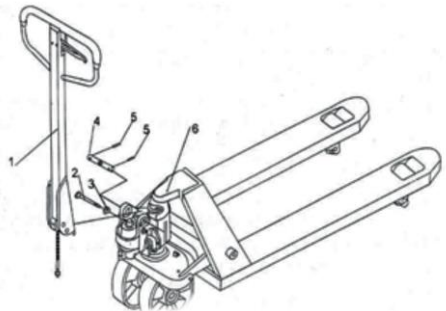

Fig. 5
- Pressione o braço para baixo e retire o pino (2, Fig. 5).
- Coloque a alavanca de controlo da pega na posição “CIMA”, depois levante a chapa de alavanca com o pino (2, Fig. 5) e insira o parafuso de ajuste na ranhura frontal. Nota: Mantenha a porca de ajuste debaixo da alavanca.
- Use um martelo para inserir a segunda cavilha (5, Fig. 5) no segundo buraco do veio de rotação. O braço está agora montado na bomba.